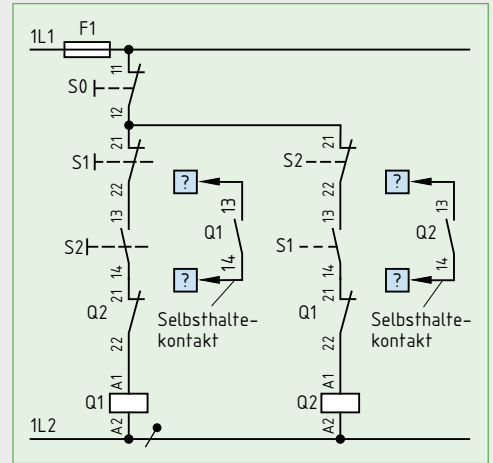

Bild 4: Wendeschützschtaltung
8. Welche Aufgabe haben in der Schaltung **Bild 4** die Kontakte S1: 21–22, Q2: 21–22?
9. An welche Anschlussklemmen in **Bild 4** schalten Sie die Selbsthaltekontakte bei **a)** Umschaltung über AUS und **b)** direkter Umschaltung?